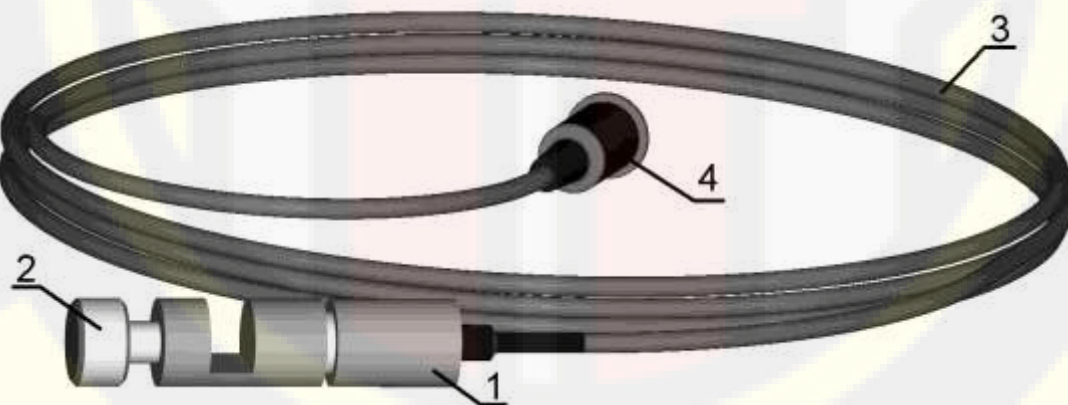

Рис.7 Датчик частоты вращения коленчатого вала
8.2.4. Подключить датчик частоты вращения коленчатого вала (рис. 7) к разъему оптического блока.
Установить датчик частоты вращения коленчатого вала на топливной трубке 1-го цилиндра, зажав датчик винтом 2 (рис. 7). Запустить двигатель и прогреть его, используя нагрузочные режимы или многократное повторение циклов свободного ускорения. Температура должна быть в пределах, установленных предприятием – изготовителем, но не ниже 60°C. Измеряют значения n_{\min} и n_{\max} , которые должны быть в пределах, установленных предприятием – изготовителем. Выход из режима – кнопкой "Enter".